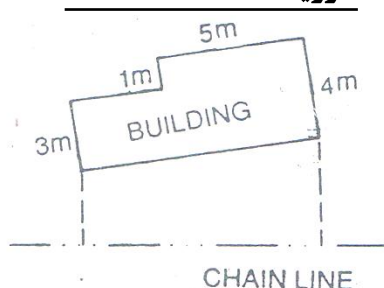

Fig. 2.13
- که چېرته تعمیر کو چني وي دهغې کنجونه د مايل یا عمودي افسټ پواسطه باندې رسمېږي او نور نقاط په مستقیم ډول سره اندازه کوو او په ساحوي کتاب کې لیکو. د fig 2.13 شکل مطابق